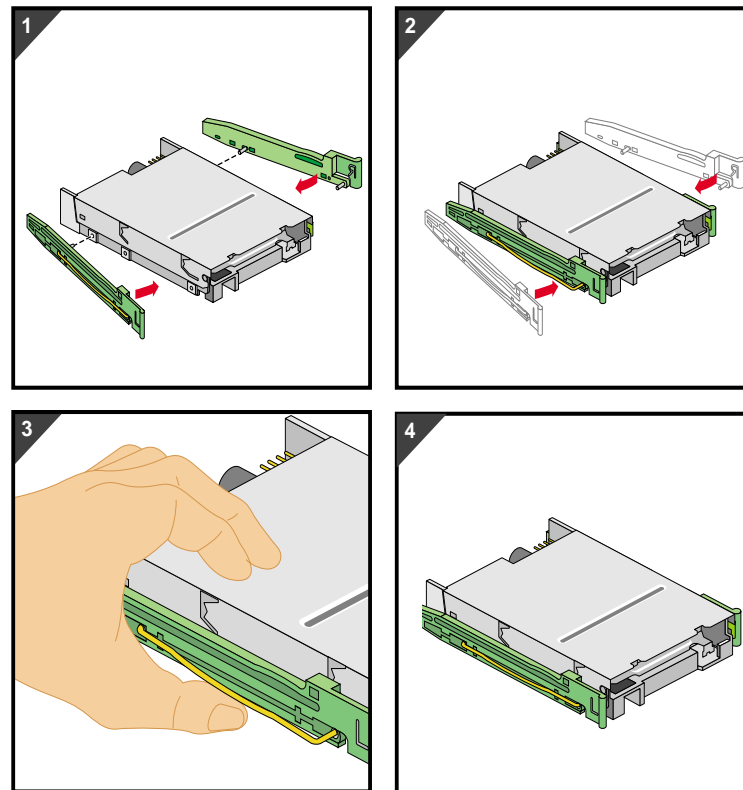

Abbildung 2-8 Montieren von Laufwerkschienen an 3,5-Zoll-Laufwerken
3. Die Laufwerkschienen für 3,5-Zoll-Laufwerke sind nicht untereinander austauschbar. Sie sind mit „R“ bzw. „L“ markiert und müssen an der durch die Markierung angegebenen Seite des Laufwerks montiert werden. Wenn Sie die Schienen am Laufwerk montieren, achten Sie darauf, die mit „L“ markierte Schiene links und die mit „R“ markierte rechts anzubringen (siehe Abbildung 2-8).
4. Wenn Sie eine Laufwerkschiene an einem Laufwerk anbringen wollen, führen Sie ein Ende des Drahtclips der Schiene in das Gewindeloch am Laufwerk ein. Drücken Sie vorsichtig auf die Mitte der Laufwerkschiene, bis das andere Ende des Drahtclips im entsprechenden Gewindeloch einrastet. Abbildung 2-8 veranschaulicht das Vorgehen.
3. Die Laufwerkschienen für 3,5-Zoll-Laufwerke sind nicht untereinander austauschbar. Sie sind mit „R“ bzw. „L“ markiert und müssen an der durch die Markierung angegebenen Seite des Laufwerks montiert werden. Bevor Sie die Schienen am Laufwerk anbringen, überprüfen Sie, ob die für die linke Seite des Laufwerks vorgesehene Schiene mit „L“ und die für die rechte Seite des Laufwerks vorgesehene Schiene mit „R“ markiert ist (siehe Abbildung 2-8).
4. Wenn Sie eine Laufwerkschiene an einem Laufwerk anbringen wollen, führen Sie ein Ende des Drahtclips der Schiene in das Gewindeloch am Laufwerk ein. Drücken Sie vorsichtig auf die Mitte der Laufwerkschiene, bis das andere Ende des Drahtclips im entsprechenden Gewindeloch einrastet. Achten Sie darauf, dass die Anschlüsse nach außen weisen. Abbildung 2-8 veranschaulicht das Vorgehen.